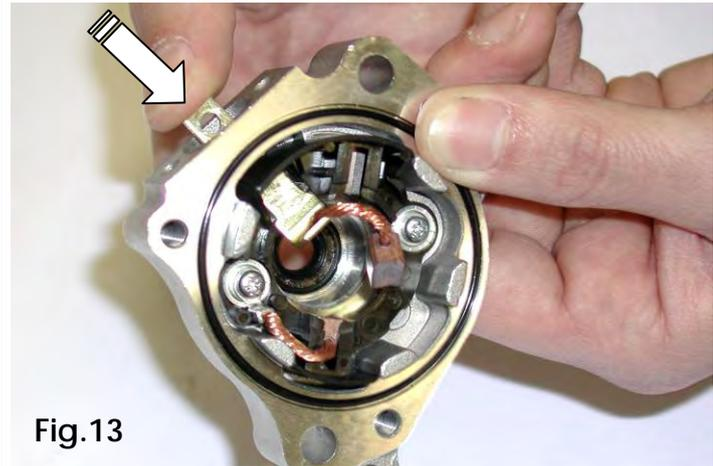

Fig.13
- PRESSIONE O TERMINAL DE LATÃO DA ESCOVA EXTERNO E PUXE PARA FORA (ver Fig.13).